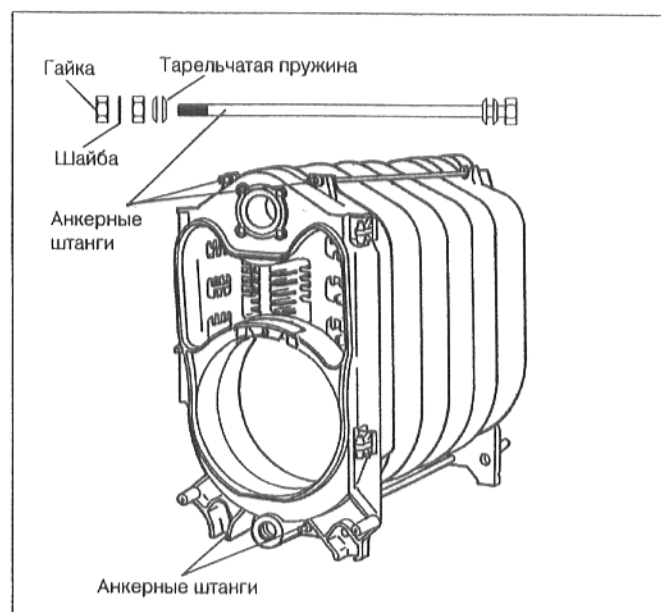

рис. 11
- Вставить рядом со ступицами котла анкерные штанги вверху и внизу запрессованными головками вниз и затянуть гайки (рис. 11).